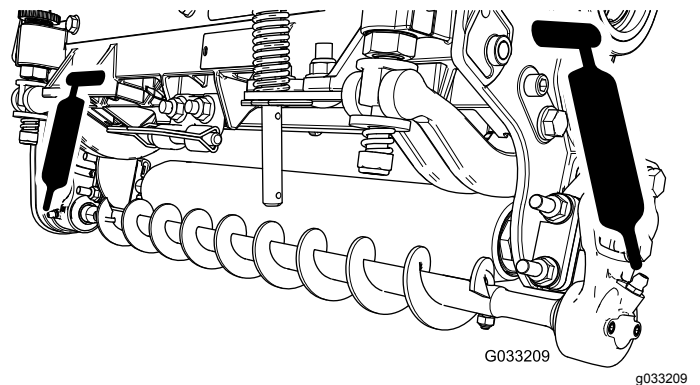

Figura 16
5. Lubrique los engrasadores de cada uno de los alojamientos de cojinete del cepillo del rodillo con grasa de litio N° 2 (Figura 16).